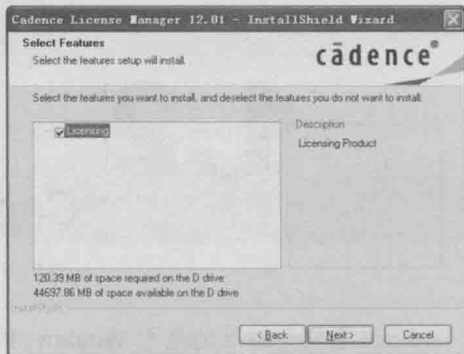

图 1-6 选择功能
5. 单击“Next（下一步）”按钮，进入下一个画面，出现安装类型信息的对话框，设置完毕后如图 1-6 所示。